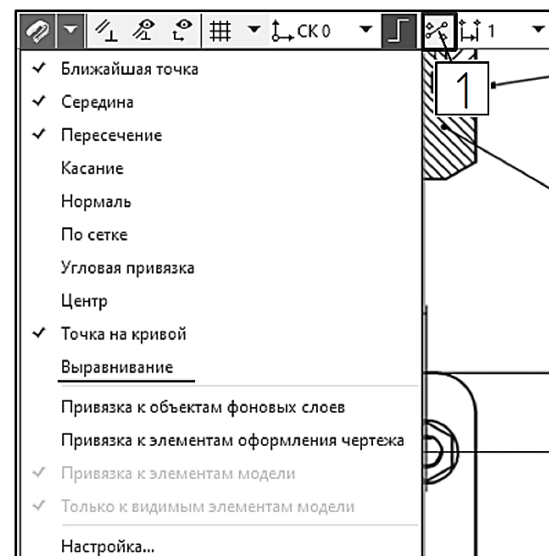

Рис. 19
Перейдите к панели быстрого доступа и включите режим ортогонального черчения . Проверьте, включены ли привязки. Отключите привязку *Выравнивание*. Отключите округление (1) (рис. 19).